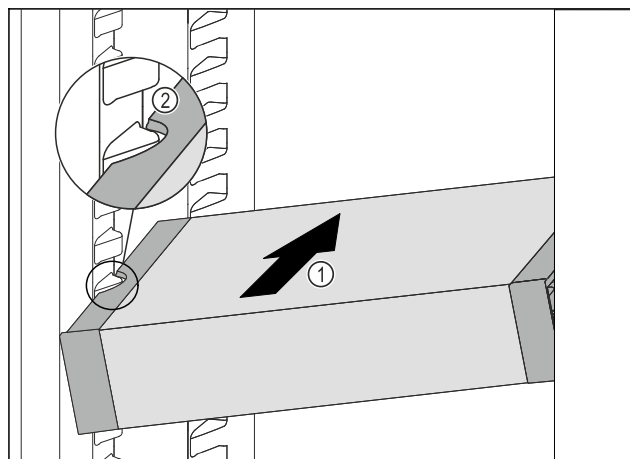

Fig. 52
- VarioSafe schräg in das Kühlteil einschieben Fig. 52 (1), bis sich die seitlichen Aussparungen Fig. 52 (2) des VarioSafes auf Höhe der Behälterrippe im Kühlteil befinden.